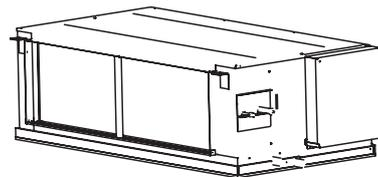

Рисунок 10.12
- 7) Установите на место воздуховод. (Рисунок 10.12)